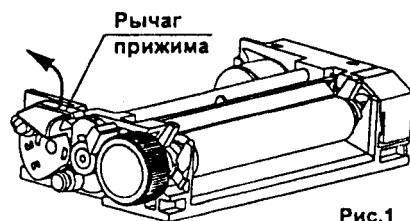

Рис.1
- б) включить машину выключателем 4 (рис.1) (установить выключатель в положение “ВКЛ”). На дисплее выводится сообщение “ОП-----”;
— поднять рычаг прижима головки термопринтера в крайнее верхнее положение (Рис.1);
10.2. При возникновении неисправности в машине прекратите работу, выключите машину выключателем 4 (рис. 1) “ВКЛ” и вызовите электромеханика.